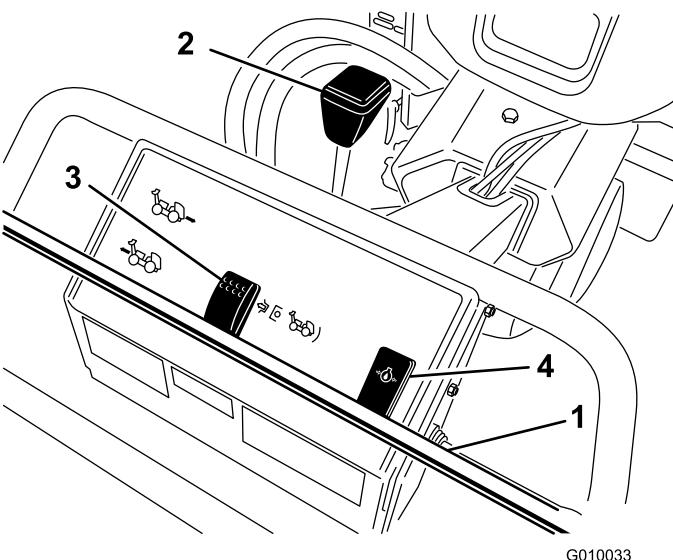

図 12
前へ押すと前進します。後へ押すと後退します（図 12）。
レバーをエンジン側に倒すと駐車ブレーキが掛かります。前に押すと解除されます(図12)。
エンジン・オイルの圧力が異常に低下するところの警告灯(図12)が点灯します。万一このようなことが起こった場合には、エンジンを停止し油圧低下の原因を調べてください。必ず修理してから運転を再開してください。
**ヘッド上昇** - スイッチ(図12)の上部を押すとコアリング・ヘッドが上昇します。この動作は油圧動作ですので、エンジンが掛かっている必要があります。コアリング・ヘッドが移動走行高さまで上昇しない場合には「システム・コントロール回路のリセット」を参照してください。
**下降/エアレーション開始** - スイッチ(図12)の下部を押すとコアリング・ヘッドが下降してエアレーションを開始します。走行レバーが「走行」位置にセットされていないと、このスイッチは入りません。